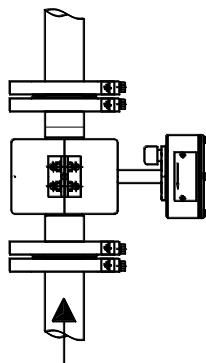

Рис.8.3
8.2.3 При возможном выпадении осадка в жидкости, ППР теплосчёта должен устанавливаться вертикально, при этом направление потока должно быть снизу вверх (см. рис.8.3).